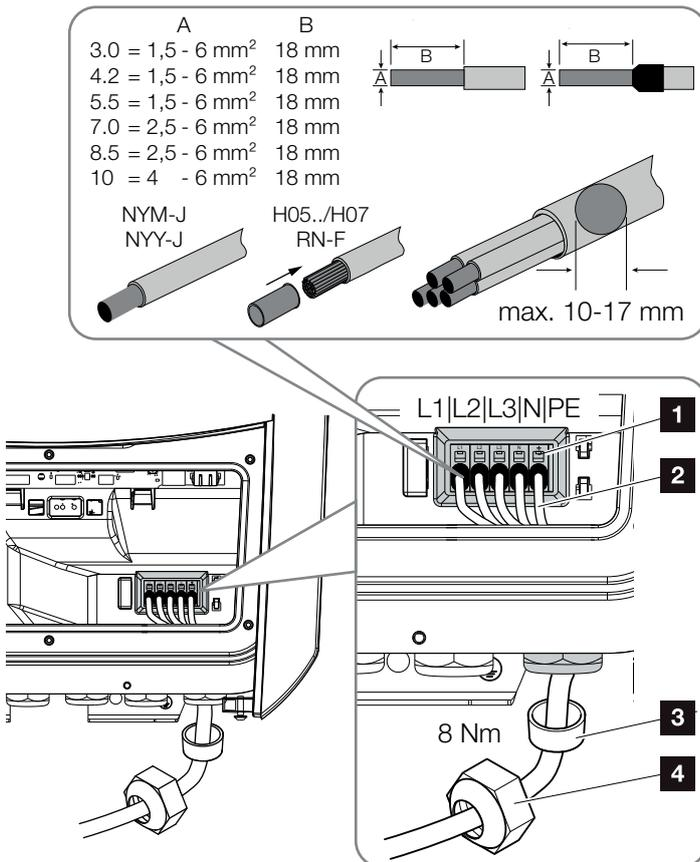

Fig. 23 : Raccordement du câble d'alimentation réseau à l'onduleur
- 9. Raccorder les fils du câble d'alimentation réseau à la borne de raccordement AC conformément au marquage. **!** **🔧** Fig. 23, pos. 1